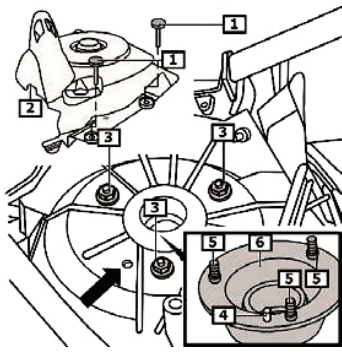

Fig. 4:
- **Fig. 4** Obere Federbeinbefestigungsmuttern (1) abschrauben; Wagenheber ablassen.
- **Fig. 4** Unscrew upper attachment nuts (1) on suspension strut; let jack down.
- **Fig. 4** Dévisser les écrous de fixation supérieurs de la jambe de force (1) ; faire descendre le cric.
- **Fig. 4** Desatornillar las tuercas de la sujeción superior del amortiguador (1), bajar el gato elevador.